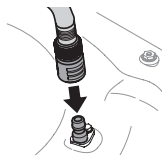

Figure 23
3. Branchez le tuyau d'arrosage et l'embout au gicleur sur le plateau de coupe (Figure 23).